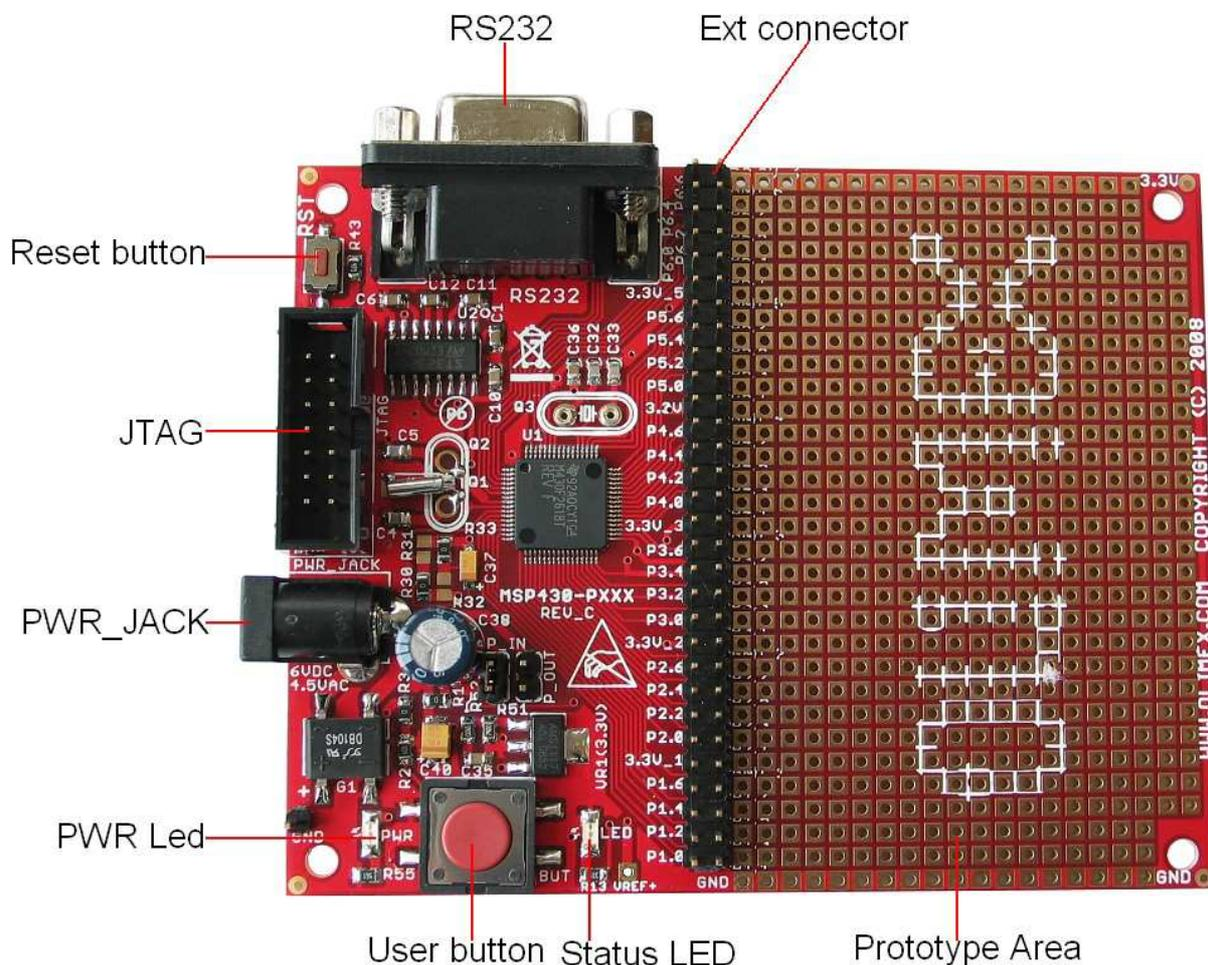

Рис. 1. Отладочная плата
- - отладочная плата OLIMEX MSP430-P2618 [7] с установленным микроконтроллером MSP430F2618 (рис. 1);